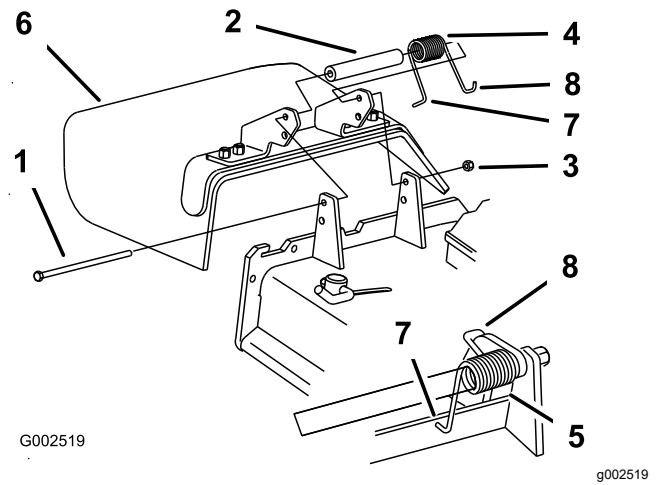

Figura 113
1. Retire a porca de bloqueio, o parafuso, a mola e a cunha que fixam o defletor aos apoios de articulação (Figura 113).
Nota: Certifique-se de que a extremidade em L de mola está montada por trás da extremidade da plataforma antes de colocar o parafuso como apresentado em Figura 113
5. Coloque a extremidade em gancho J da mola em torno do defletor de relva (Figura 113).